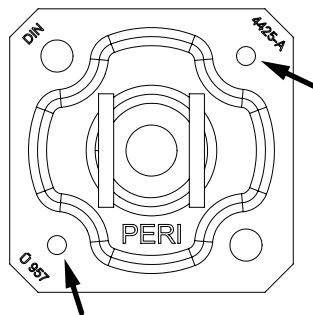
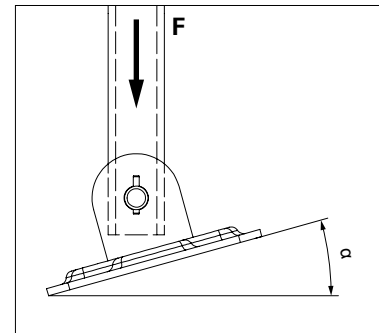

Abb. A1.04a
Abb. A1.04b
- Ab einem Aufstellwinkel von  $15^\circ$  muss die Fußplatte an den gekennzeichneten Bohrungen ( $\varnothing 11$  mm) mit Schrauben gesichert werden. Der Schraubenkopf muss eben an der Fußplatte anliegen. Eine Schraubenvorspannung ist nicht erforderlich. (Abb. A1.04a) + Abb. A1.04b)